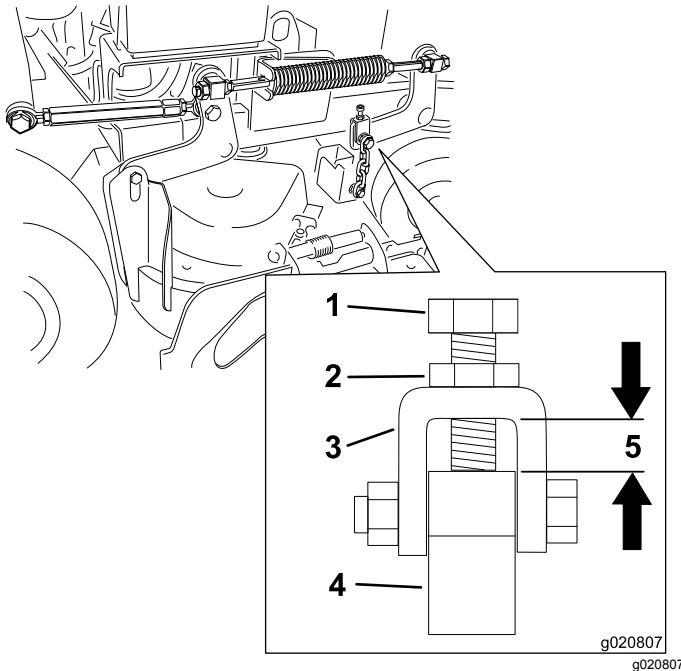

Figure 81
Remarque: L'écart doit être de 11 mm (7/16 po), comme montré à la Figure 81.
- Desserrez l'écrou de blocage et ajustez le boulon de réglage de sorte à obtenir la distance correcte, comme montré à la Figure 81.